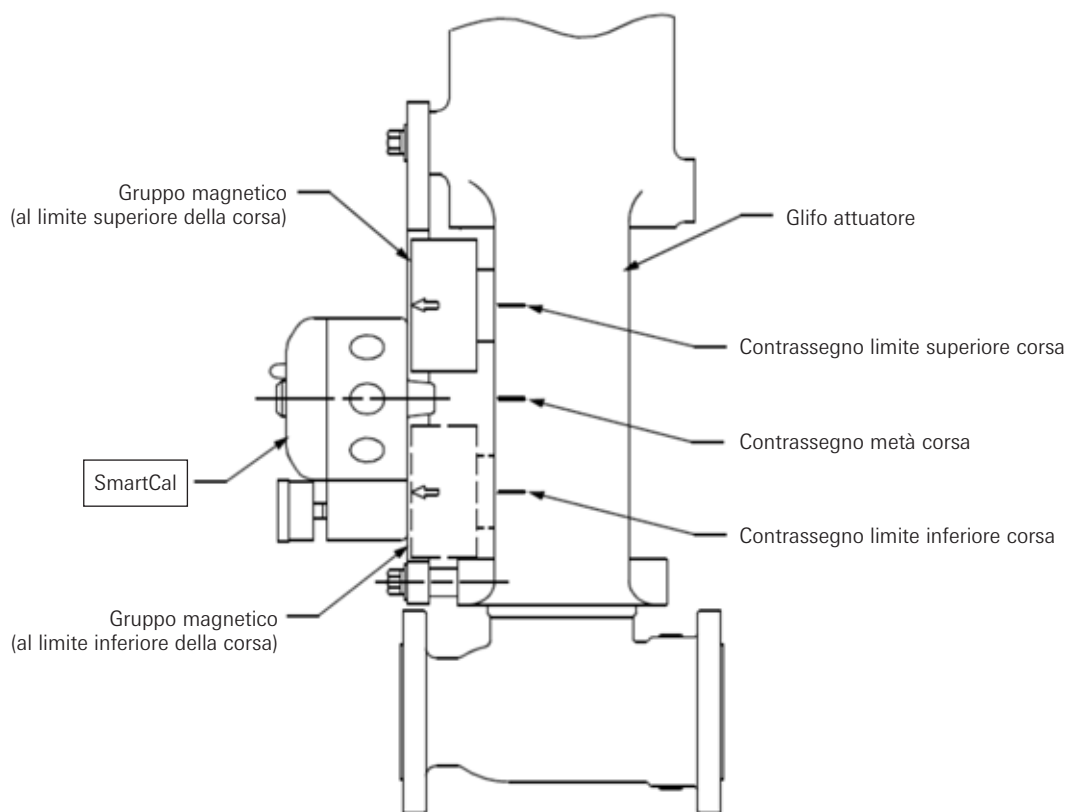

Figura 2-4 B
4. Infine, montare il posizionatore sul tronchetto in modo che il sensore di posizione (beccuccio) dello SmartCal sia in linea con il contrassegno intermedio. (Vedere Figura 2-4 B)